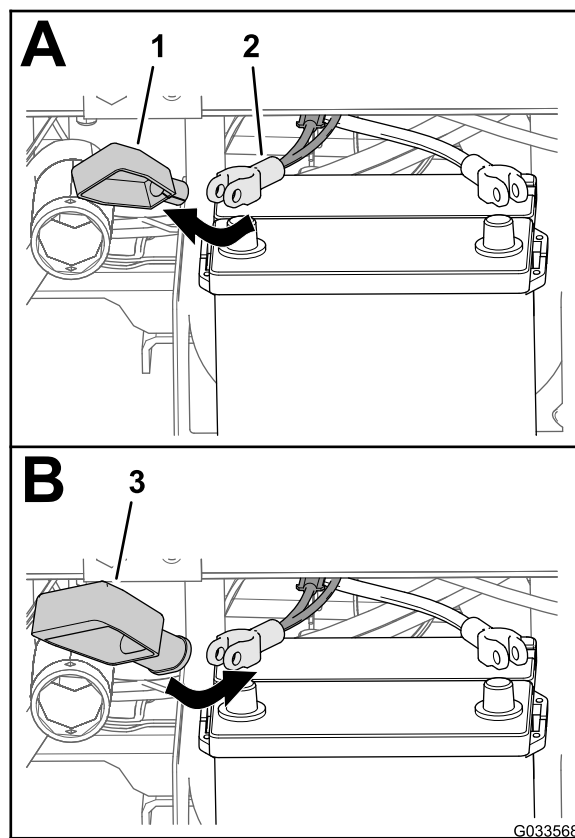

Figura 28
2. Retire la cubierta (estrecha) del cable positivo de la batería (Figura 28).
3. Instale la cubierta ancha de la batería sobre el cable positivo de la batería, según se muestra en Figura 28.